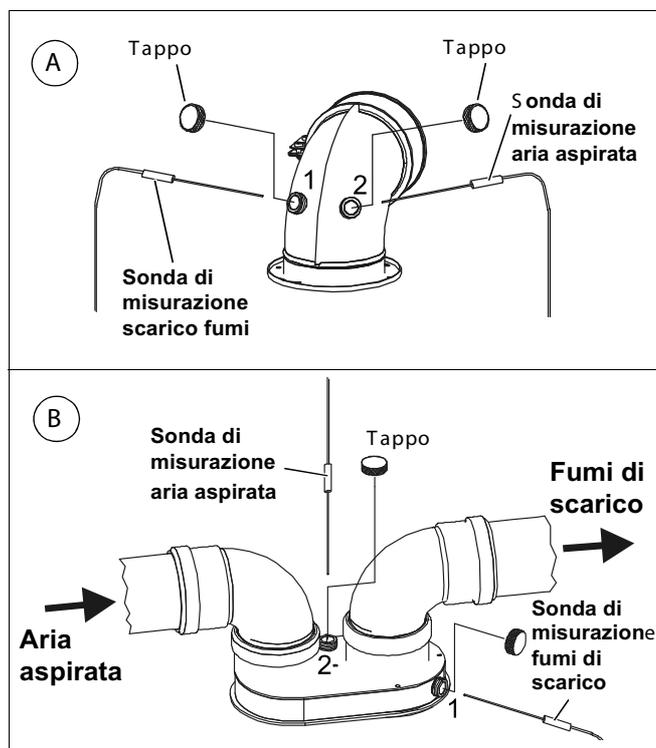

Fig. 34 Determinare la perdita dei fumi (misure in mm).
- Rilevare la temperatura dell'aria di combustione (in °C) nell'apertura "2" (fig. 34, **pos. A**).
- Rilevare la temperatura dei fumi di scarico (in °C) e del tenore di CO₂ o di O₂ (in %) dall'apertura "1" (fig. 34, **pos. A**).
- Misurare la temperatura dell'aria di combustione (in °C) nell'apertura "2" (fig. 34, **pos. B**).
- Misurare la temperatura dei fumi di scarico (in °C) e del tenore di CO₂ o di O₂ (in %) nell'apertura "1" (fig. 34, **pos. B**).